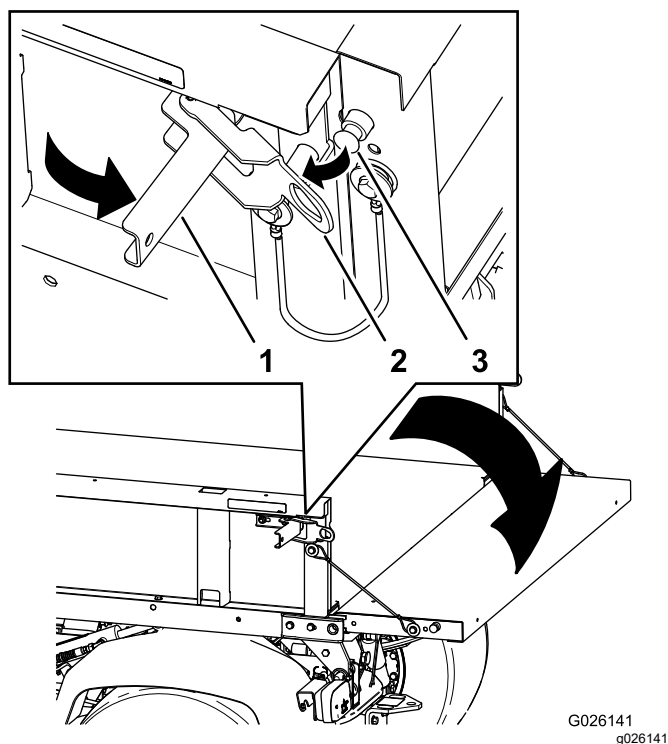

Figura 14
2. Aprite i fermi sul lato destro e sinistro del cassone e abbassate la sponda posteriore (Figura 14).